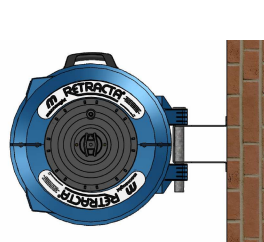
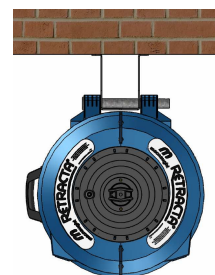

Fig.1 BU100 - Mur
Fig.2 BU100 - Aérien
- Le support de montage BU100 (fourni) permet le montage mural de l'enrouleur jusqu'à une hauteur de 1,8 m ou un montage au plafond jusqu'à 4,5 m (voir figures 1 et 2). Ce support permet à l'enrouleur de pivoter dans le sens de son utilisation. Afin d'éviter que l'enrouleur ne pivote en position plafond (figure 2) uniquement installer le support de verrouillage RB9 (fourni).